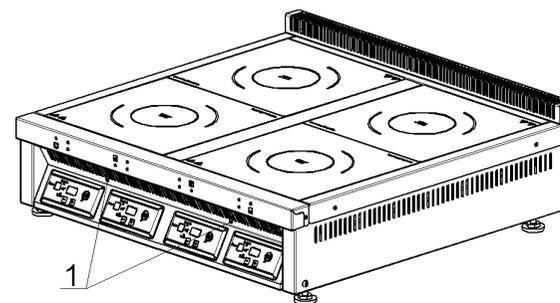

Рис.4
- вывернуть винты 1 рис.4 крепления панели с пультами управления и открыть панель сверху вниз;